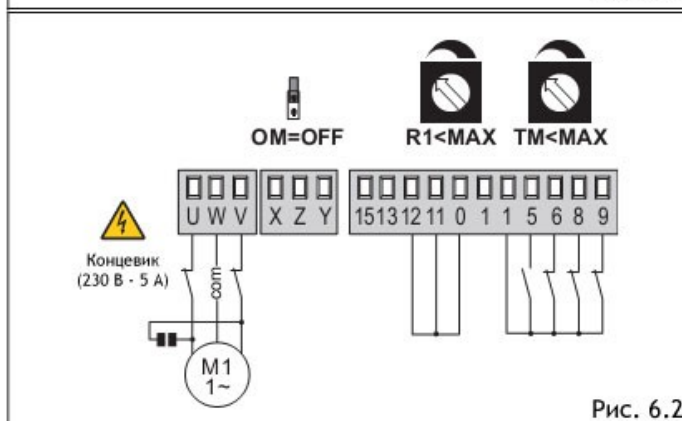

Рис. 6.2
- Створка ворот останавливается у механических концевиков или при обнаружении препятствия (Рис. 6.2)